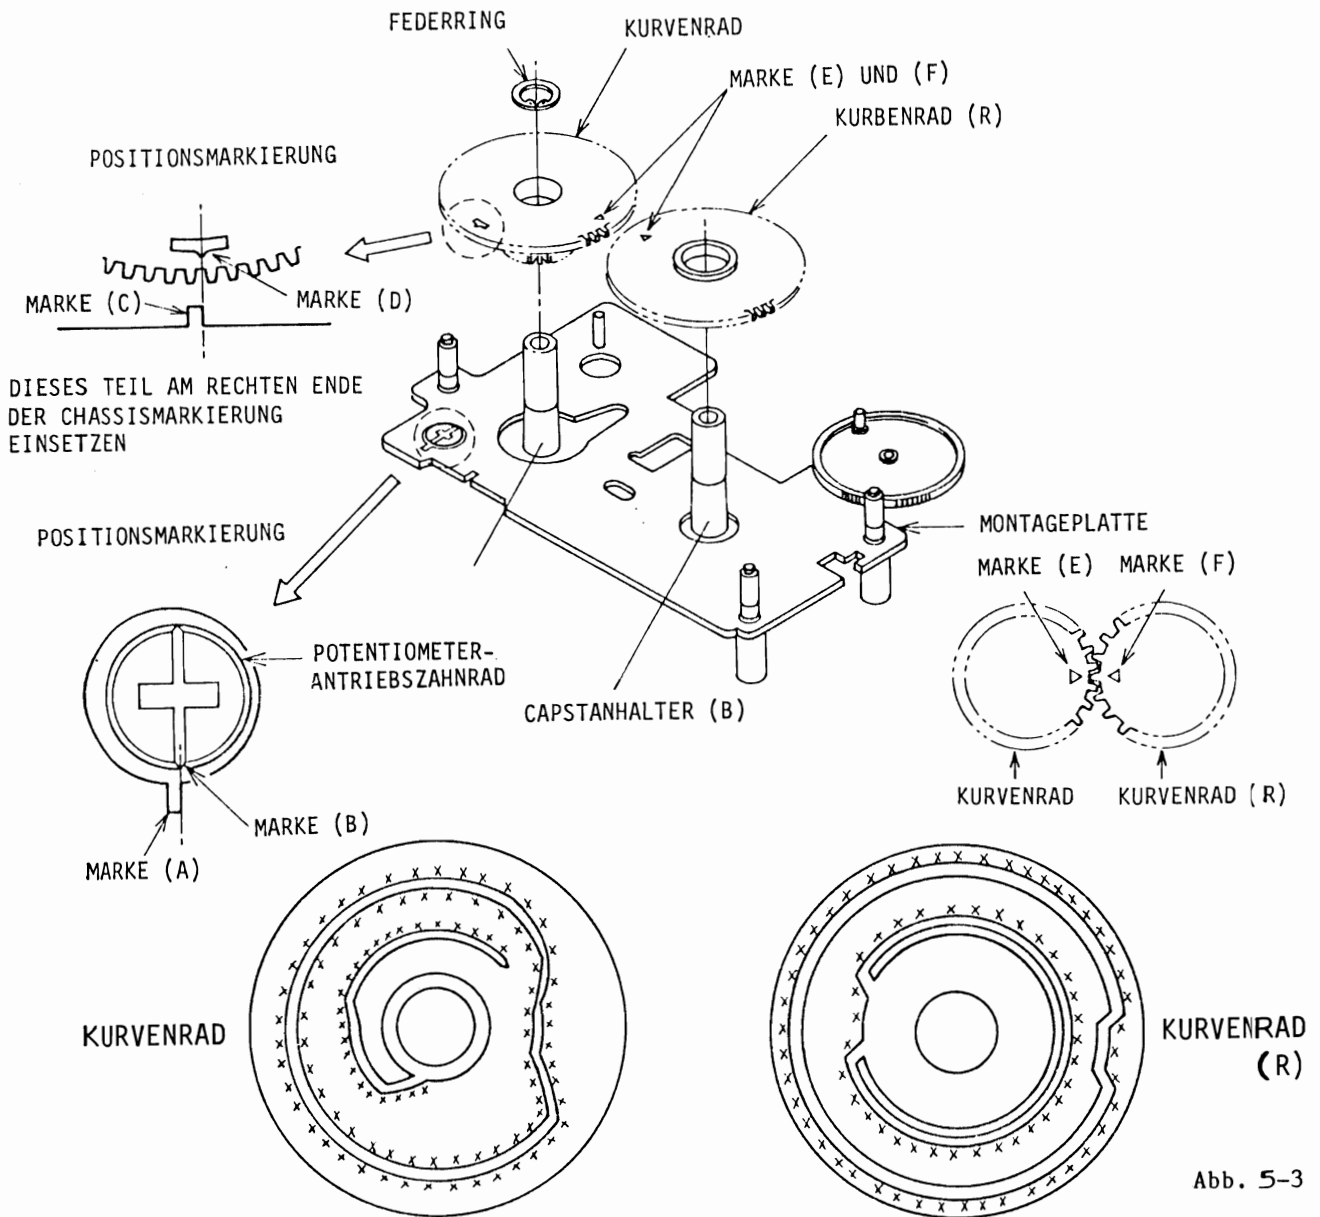

Abb. 5-3
5-3 EINSTELLUNG DES REGLERS (VR901) UND DES KURVENRADES (Siehe Abb. 5-3)
Das rechte Ende von Marke (A) wie in der Zeichnung gezeigt mit der Mitte von Marke (B) ausrichten. (Abb. 5-3 ①)
- 2) Auf die mit "X" markierten Teile Molybdän Schmiermittel auftragen. (Abb. 5-3 ②)
- 3) Das Kurvenrad auf dem Capstanhalter (A) anbringen. Wenn das Kurvenrad korrekt angebracht ist, stimmt die Mitte von Marke (D) mit dem rechten Ende von Marke (C) überein. (Abb. 5-3 ③)
- 5) Das Kurvenrad (R) auf dem Capstanhalter (B) anbringen. Wenn das Kurvenrad (R) korrekt positioniert ist, stimmt die Mitte von Marke (E) mit der Mitte von Marke (F) überein. (Abb. 5-3 ④)